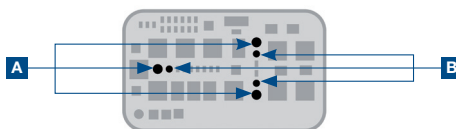

Figura 7
Apăsați știfturile de poziționare (B) în jos, cu o unealtă adecvată, până la limită. Strângeți ferm cele 3 șuruburi („A” din figura 7)